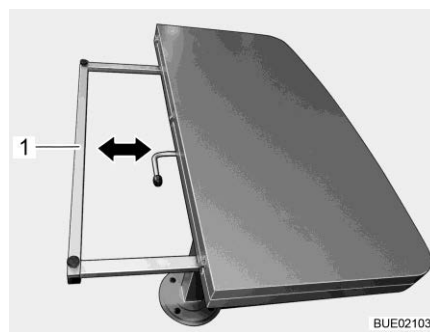

Fig. 130 Riduzione del piano del tavolo
- Tenere fermi i telai di sostegno (Fig. 130,1) sui due lati e spingerli in modo uniforme sotto il piano del tavolo fino all'arresto.